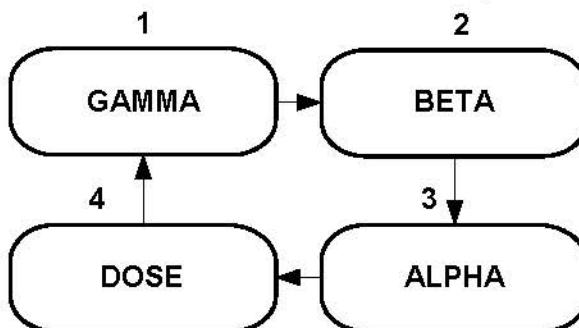
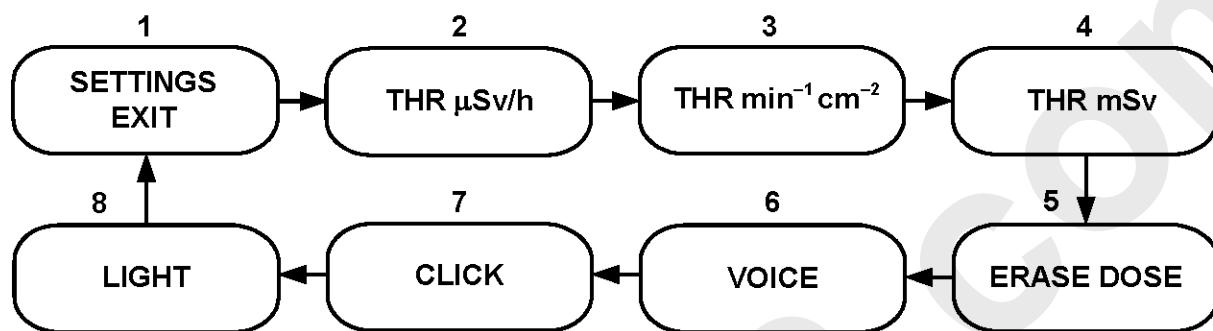

Рис. 2 Схема переключения режимов работы прибора
Рис. 3 - Схема переключения установок сигнализаций
- переключение режимов работы осуществляется кратковременным нажатием (менее 1 с) кнопки «MODE» согласно схеме представленной на Рис. 2;
в) При длительном (более 2 с) нажатии кнопки «**MODE**» в любом из режимов «**GAMMA**», «**BETA**», «**ALPHA**» или «**DOSE**» прибор переходит в меню установок (на дисплее - «**SETTINGS EXIT**»). Установки сигнализаций циклически меняются по кругу кратковременными (менее 1 с) нажатиями кнопки «**MODE**» согласно схеме представленной на Рис.3. Выход из меню установок в основное меню режимов работы (Рис.2) – длительное удержание кнопки «**MODE**» при индикации на дисплее «**SETTINGS EXIT**».
Включить питание прибора (однократно нажать и отпустить кнопку «**POWER**»). При длительном (более 2 с) нажатии кнопки «**MODE**» в любом из режимов «**GAMMA**», «**DOSE**» «**BETA**» или «**ALPHA**», прибор переходит в меню установок (Рис.3), и на дисплее первоначально индицируется «**SETTINGS EXIT**». Кратковременными нажатиями кнопки «**MODE**» установить в верхней строке дисплея режим установки «**VOICE**» (Рис.3). Режим речевого озвучивания измерения мощности дозы «**PERIODICAL**», «**MANUAL**» или «**OFF**» (на нижней строке) выбирается путём длительного удержания кнопки «**MODE**»:
**ВНИМАНИЕ. В режиме «GAMMA» (при включённом «ручном» озвучивании - «MANUAL») кратковременное нажатие кнопки «MODE» включает только речевое сообщение (и подсветку дисплея), но не изменяет режимов работы прибора согласно Рис.2. Прибор постоянно находится**
**в режиме измерения «GAMMA». Выход в меню установок (Рис.3) - длительное удержание кнопки «MODE».**
Включить питание прибора (однократно нажать и отпустить кнопку «POWER»). При длительном нажатии (более 2 с) кнопки «MODE» прибор переходит в меню установок (Рис.3). При индикации в верхней строке дисплея «CLICK» режим работы звуковой сигнализации интенсивности излучения («ON» или «OFF» в нижней строке) выбирается путем длительного удержания (более 2 с) кнопки «MODE»:
Включить питание прибора (однократно нажать и отпустить кнопку «POWER»). При длительном нажатии (более 2 с) кнопки «MODE» прибор переходит в меню установок (Рис.3). При индикации в верхней строке дисплея «LIGHT» длительность подсветки дисплея (в нижней строке) регулируется путем длительного удержания (более 2 с) кнопки «MODE»:
Включить питание прибора (однократно нажать и отпустить кнопку «POWER»). При длительном нажатии (более 2 с) кнопки «MODE» прибор переходит в меню установок (Рис.3). При индикации на дисплее «THR  $\mu\text{Sv}/\text{h}$ » путем длительного удержания (более 2 с) кнопки «MODE» прибор переключается в подменю установки порога сигнализации мощности дозы и на дисплее индицируется «9999.9  $\mu\text{Sv}/\text{h}$ ».
Включить питание прибора (однократно нажать и отпустить кнопку «POWER»). При длительном нажатии (более 2 с) кнопки «MODE» прибор переходит в меню установок (Рис.3). При индикации на дисплее « $\text{THR min}^{-1} \text{cm}^{-2}$ » путем длительного удержания (более 2 с) кнопки «MODE» прибор переключается в подменю установки порога сигнализации плотности потока бета-частиц и на дисплее индицируется «99999  $\text{min}^{-1} \text{cm}^{-2}$ ».
Включить питание прибора (однократно нажать и отпустить кнопку «**POWER**»). При длительном нажатии (более 2 с) кнопки «**MODE**» прибор переходит в меню установок (Рис.3). При индикации на дисплее «**THR mSv**» путем длительного удержания (более 2 с) кнопки «**MODE**» прибор переключается в подменю установки порога сигнализации интегральной дозы и на дисплее индицируется «**999.999 mSv**».
Сброс (обнуление) интегральной дозы осуществляется в подменю установок (Рис.3) длительным (более 2с) двойным нажатием кнопки «**MODE**» при индикации на дисплее «**ERASE DOSE**».
- перезапустить режим «**BETA**» прибора кнопкой «**MODE**» (см. Рис. 2) и при достижении статистической погрешности менее 20%, зафиксировать среднее фоновое показание дисплея  $N_\phi$ , част./( $\text{мин}\cdot\text{см}^2$ );